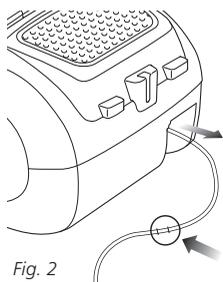

Fig. 2
**1** Pour dérouler le cordon d'alimentation, tirez-le à partir de l'arrière de l'aspirateur à la longueur désirée. (Fig. 2) La marque jaune sur le cordon d'alimentation indique la longueur idéale du câble.